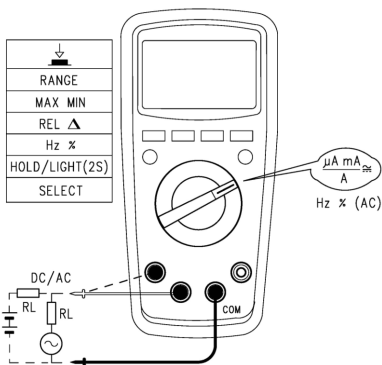

Рис. 10 Измерение силы переменного и постоянного тока
7.8 Измерение силы переменного и постоянного тока (см. рис. 10)